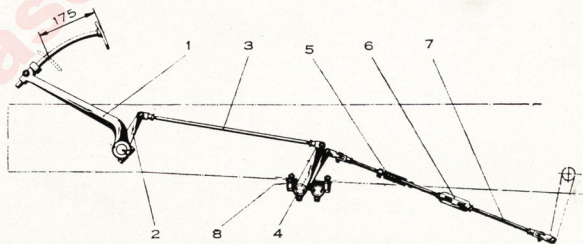

Fig. 2.—Pedal y mando exterior del embrague
2. Normalmente, en el mando embrague sólo es necesario efectuar el ajuste de la carrera muerta del pedal, cuando ésta quede reducida a unos 15 milímetros, sirviéndose del tensor que a tal efecto existe en la varilla del mando-embrague (6 - fig. 2) hasta conseguir en el pedal los 25 a 30 milímetros iniciales.
- b) Actuar sobre el correspondiente tensor (6 - fig. 2).